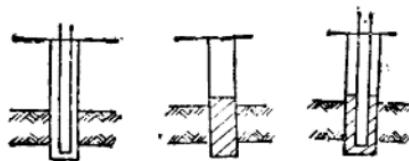

图 4
(11) 在通过破碎岩石层(厚度不大的夹层)时，易产生夹钎现象，此时将钎子拔出，填入黄泥并捣实，然后用鑽机再鑽入，这样破碎岩石被黄泥糊住，不易震落入孔(图4)。